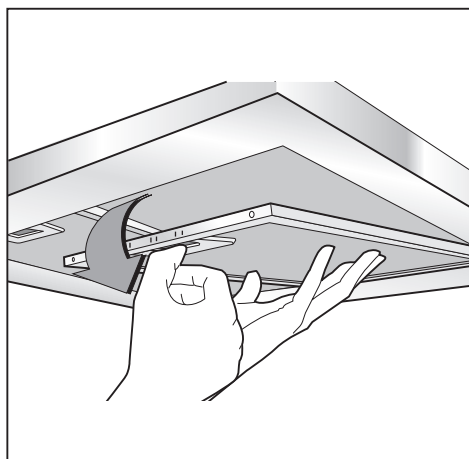

Fig.5
• La distanza minima fra la superficie di supporto dei recipienti di cottura sul dispositivo di cottura e la parte più bassa della cappa da cucina deve essere di almeno **65 cm**. Se dovesse essere usato un tubo di connessione composto di due o più parti, la parte superiore deve essere all'esterno di quella inferiore. Non collegare lo scarico della cappa ad un condotto in cui circoli aria calda o utilizzato per evacuare fumi degli apparecchi alimentati da un'energia diversa da quella elettrica. Prima di procedere alle operazioni di montaggio, per una più facile manovrabilità dell'apparecchio disinserire i filtro/i antigrasso (Fig.5).